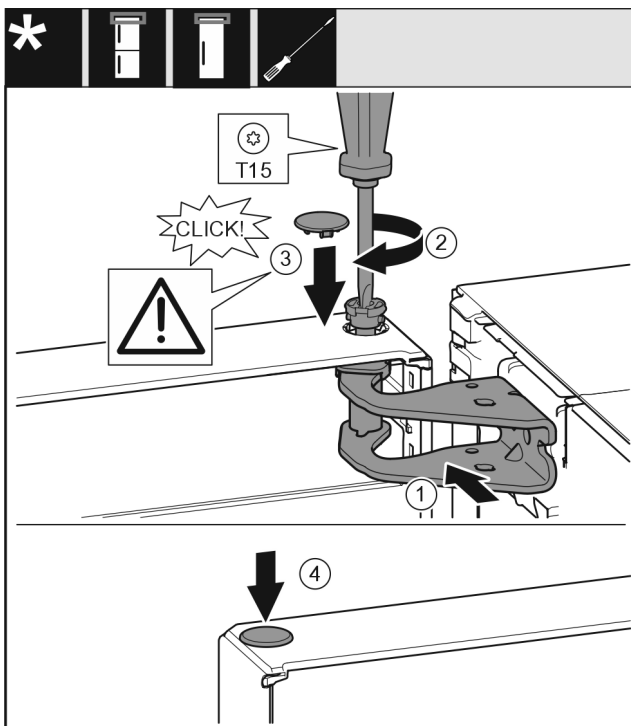

Fig. 19
- Alinee la parte superior de la puerta respecto a la abertura en el soporte de cojinete. Fig. 19 (1)
- Introduzca el perno y atorníllelo con el destornillador T15. Fig. 19 (2)
- Montar la cubierta del seguro para asegurar la puerta: introduzca la cubierta del seguro y compruebe si descansa sobre la puerta. De lo contrario, introduzca por completo el perno. Fig. 19 (3)
- Coloque el tapón. Fig. 19 (4)